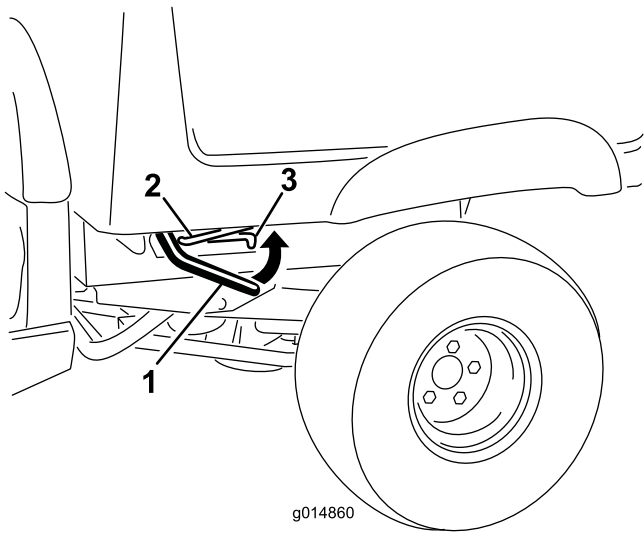

図 1
- 荷台の右側または左側でレバーを引き上げ、荷台を持ち上げる (図 1)
3. プロップ・ロッドを固定スロットにはめ込んで荷台を固定する (図 1)。